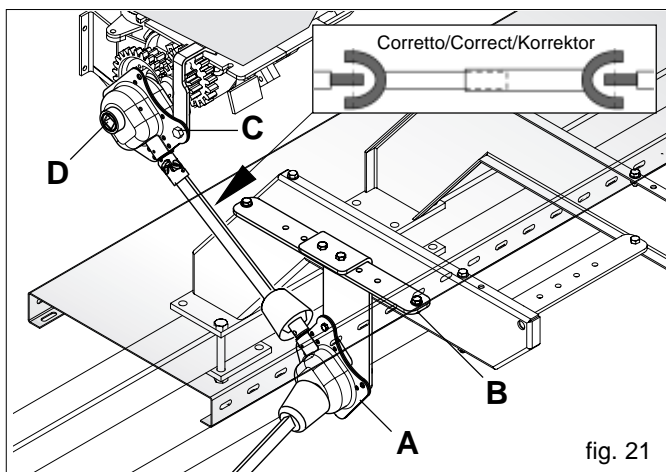

fig. 21
Beim Zusammenbau Säemaschine/Ausrüstung und in Anwesenheit der hydraulischen Hubvorrichtung des Säscharrenhalterrahmens ist sicherzustellen, dass die Antriebsorgane der Sämaschine (Abb. 21) nicht mit dem normalen Betrieb anderer Teile der Gesamtheit interferieren oder interferieren können. Den Getriebevorgelegekasten (A Abb. 21) gegebenenfalls an der Halterung (B) verschieben.
ACHTUNG! Die den Kasten (D Abb. 21) befestigende Schraube (C Abb. 21) nicht vollständig festziehen, da die Oszillation gewollt ist. Beim Einbauen der Kardanwellen sind die Anleitungen auf Abbildung 21 zu beachten.